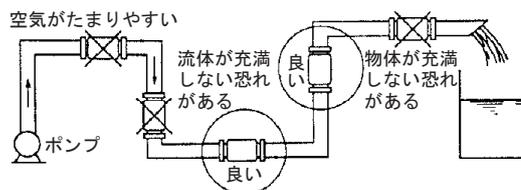

図25 据え付け例
この条件に関する据え付け例を『図25 据え付け例』に示します。
- 重要!!** ●検出器内を満管にして、『図25 据え付け例』の○印の条件下に設置してください。